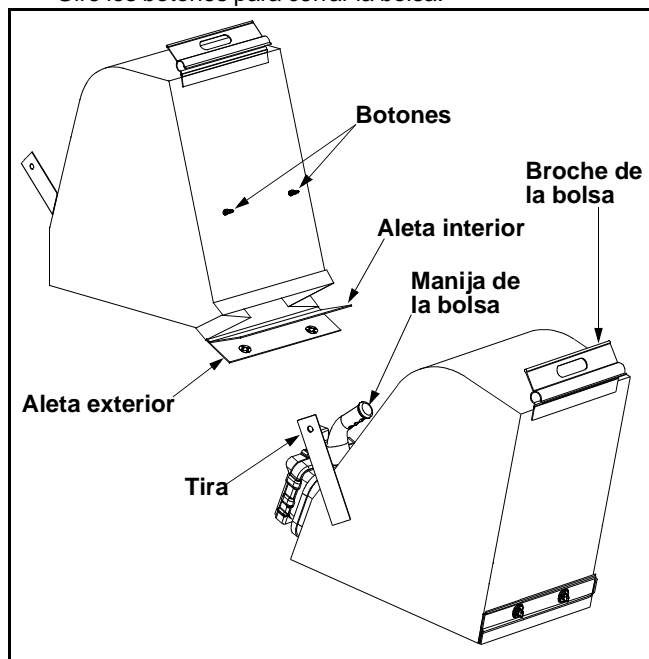

Figura 7
- Desenganche las tiras de la bolsa de la manija inferior y desabroche el broche de la bolsa de la parte superior de la manija inferior. Ver Figura 7.
- Gire los dos botones de la parte posterior de la bolsa para abrirla y vaciar el contenido. Ver Figura 7.